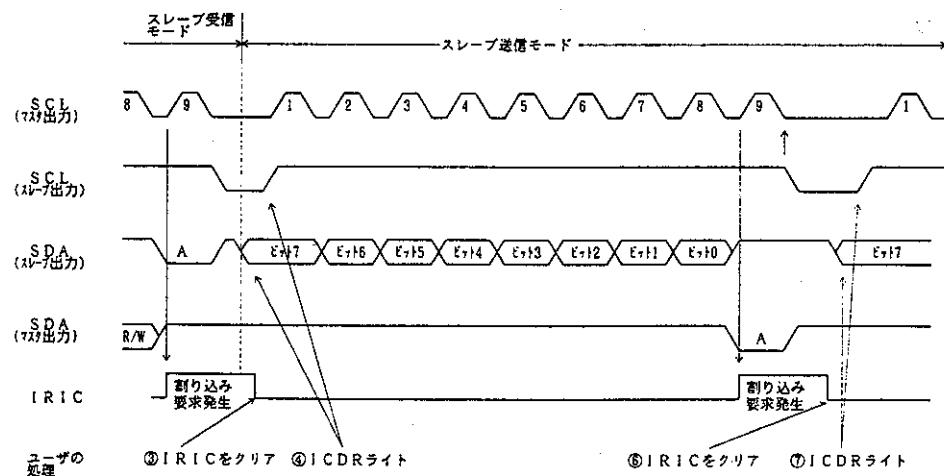

図 10.3.7 スレーブ送信モード動作タイミング (MLS=WAIT=ACK=0 の時)
- ① I C M R の M L S 、 W A I T および I C C R の M S T 、 T R S 、 A C K 、 C K S 2 ~ C K S 0 を動作モードに合わせて設定します。また、 I C C R の I C E を 1 にセットします。
- ② 開始条件を検出後の第 1 バイトでスレーブアドレスが一致した時、 9 クロック目でスレーブデバイスは S D A を Low レベルにし、アクノリッジを返します。同時に I C S R の I R I C が 1 にセットされ、割り込みを発生します。また、 8 ビット目のデータ (R/W) が 1 の時 I C C R の T R S が 1 にセットされ、自動的にスレーブ送信モードに変化します。スレーブデバイスは送信クロックの立ち下がりから I C D R にデータをライトするまで S C L を Low レベルにします。
- ③ ソフトウェアで I C S R の I R I C を 0 にクリアします。
- ④ I C D R にデータをライトします。スレーブデバイスは図 10.3.7 で示すタイミングでマスタデバイスが出力するクロックにしたがい、 I C D R にライトされたデータを順次送出します。
- ⑤ 1 バイトのデータ送信が終了し、送信クロックの 9 クロック目の立ち上がりで I C S R の I R I C が 1 にセットされます。このとき、 I C C R の I E I C が 1 にセットされていると CPU に対し割り込み要求を発生します。またこのスレーブデバイスは送信クロックの立ち下がりから I C D R にデータライトするまで S C L を Low レベルにします。マスタデバイスは 9 クロック目に S D A を Low レベルにし、アクノリッジを返します。このアクノリッジは I C S R の A C K B に格納されるので転送動作が正常に行われたかどうか確認することができます。
- ⑥ ソフトウェアで I C S R の I R I C を 0 にクリアします。
- ⑦ 送信を続ける場合は次に送信するデータを I C D R にライトします。
⑤から⑦を繰り返し行うことにより、送信動作を継続できます。送信を終了する場合は I C D R に H'FF をライトします。S C L が High レベルのとき S D A が Low レベルから High レベルに変化し停止条件を検出すると、 I C S R の B B S Y が 0 にクリアされます。